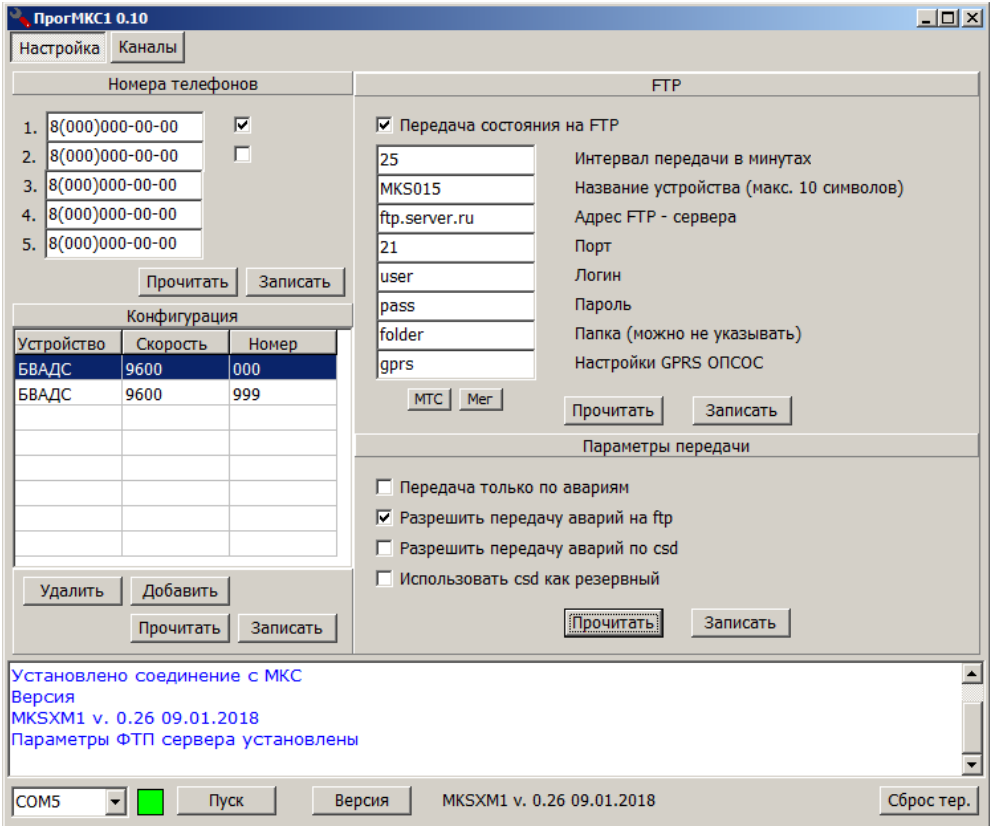

Рисунок 3
6.3 Запустить на ПК приложение «ПрогМКС1.exe» (рисунок 3), выбрать из выпадающего меню в нижней части панели COM-порт и нажать кнопку «Пуск». Приложение перейдет в режим ожидания поступления данных из COM-порта;